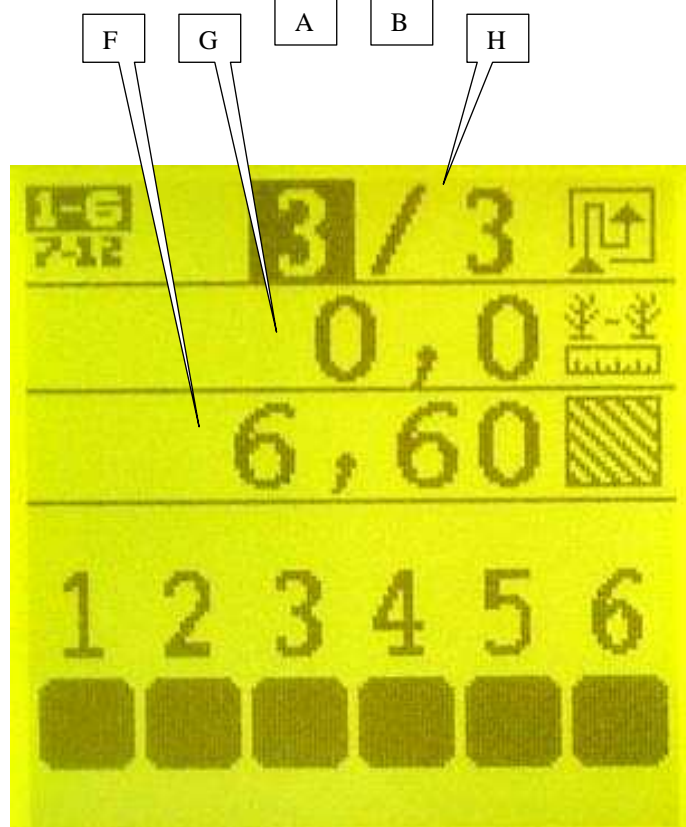

Fig. 2
Appuyer sur les touches  ou  pour faire défiler les lignes et ainsi visualiser les lignes cachées (Fig. 2).
- F : compteur de surface total (Fig. 2)
- G : distance moyenne entre graines (Fig. 2)
- H : jalonnage (Fig. 2)
Press the  or  keys to scroll through the lines and so view the hidden lines (Fig. 2).
- F: total surface area meter (Fig. 2)
- G: average distance between grains (Fig. 2)
- H: marking (Fig. 2)